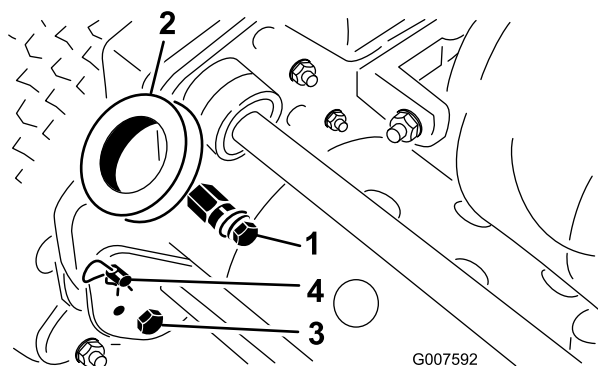

Figura 2
1. Togliete i bulloni, i dadi di bloccaggio e le rondelle che fissano la base dei bracci della stegola su ciascun lato della macchina (Figura 2).
2. Togliete le coppiglie a forcina ed i perni ad anello che fissano i bracci della stegola sul retro dell'intelaiatura (Figura 2).
3. Inserite le estremità della stegola nei fori dei bracci della stegola, ed allineate i fori con i perni di montaggio (Figura 2).
1. Togliete le coppiglie a forcina dai perni ad anello situati su ciascun lato della macchina (Figura 2).
2. Sostenete la stegola e togliete i perni ad anello da ciascun lato, quindi alzate o abbassate la stegola nella posizione di servizio desiderata (Figura 2).